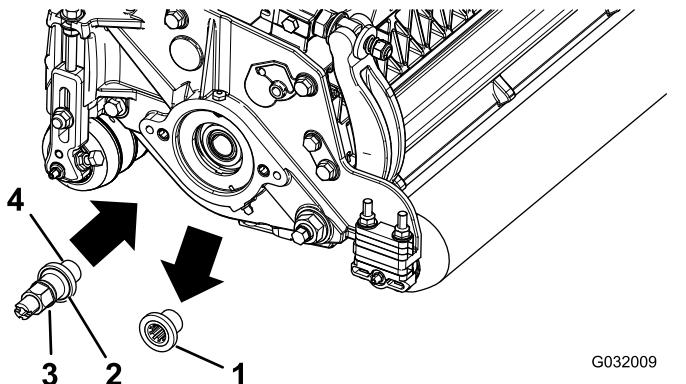

图 2
2. 拆下并丢弃后滚筒刷驱动装置的滚刀组螺纹嵌入件 图 2。
4. 在驱动轴螺纹 图 2 上涂抹防松螺纹油安装左驱动轴或右驱动轴上紧扭矩至 115 128N·m。